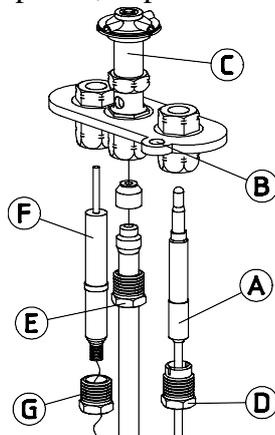

Fig. 12
- a) Soltar el racord (D) de unión del termopar (A) al conjunto del quemador de encendido (C) (Fig. 12).
3.4.- SUSTITUCION DEL QUEMADOR DE ENCENDIDO. (Fig. 12)
- a) Desmontar el conjunto desatornillando los tornillos (B).
- b) Soltar el racord de unión al tubo del quemador de encendido (E).
- c) Soltar el racord (D) y el racord (G) de unión del termopar (A) y la bujía de encendido (F) respectivamente, al conjunto del quemador de encendido (C).
3.5.- SUSTITUCION DEL PIEZOELECTRICO. (Fig. 12).
- c) Soltar el racord (G) de unión de la bujía de encendido (F) al conjunto del quemador de encendido.